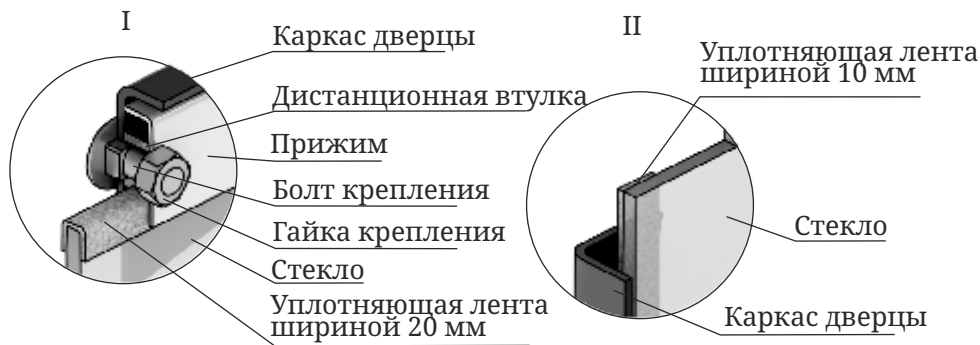

Рисунок 10. Крепление светорозрачного экрана дверцы модификации «Витра»
3. Возьмите новое стекло. Если на нем нет уплотняющих лент, наклейте их, лента шириной 20 мм наклеивается сверху и снизу стекла «П» - образно (рисунок 10.И), лента шириной 10 мм наклеивается вертикально, вдоль боковых сторон стекла (рисунок 10.И).
4. Вставьте стекло в упор, при этом лента, наклеенная с боковых сторон (вертикальная) должна быть зажата между стеклом и каркасом дверцы (рисунок 10.И).
Внимание! Гайки, крепящие прижим накручиваются на болты крепления через дистанционные втулки (рисунок 10.И).